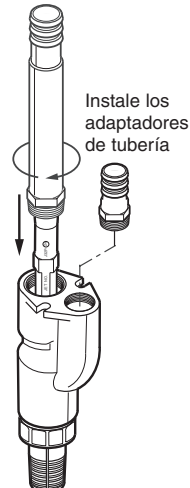

Figura 6
- Cubra el extremo roscado del adaptador de tubería con 1-1/2 vuelta de cinta de Teflón. Enrosque el adaptador largo (incluido) en el orificio de descarga del eyector (para instalarlo, deslícelo sobre el venturi). Cubra con cinta y instale el adaptador corto (no incluido - disponible localmente) en el orificio de impulsión (ver Figura 6). Los adaptadores deben quedar apretados - en caso que el conjunto tenga fuga, la bomba no elevará agua del pozo).